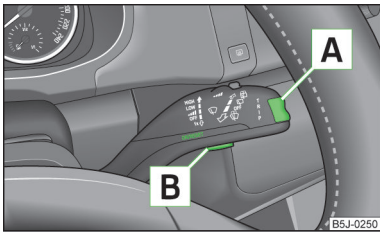

Abb. 22
Das Umschalten der Speicher erfolgt mit der Taste **[B]** » Abb. 22 auf Seite 30 am Scheibenwischerhebel.
Die Wipptaste für die Wahl der Menüpunkte **[A]** » Abb. 22 sowie die Bedientaste **[B]** befinden sich am Scheibenwischerhebel.
» Kurz auf die Wipptaste **[A]** » Abb. 22 oben oder unten drücken. Dadurch werden die einzelnen Menüpunkte der Multifunktionsanzeige nacheinander geöffnet.
» Die Taste **[B]** » Abb. 22 antippen.
» Die Taste **[B]** » Abb. 22 länger drücken.
- ▶ Mit der Taste **[A]** » Abb. 22 auf Seite 30 den Menüpunkt **Warnung bei (MAXI DOT-Display)** bzw. **⊖** (Segmentdisplay) wählen.